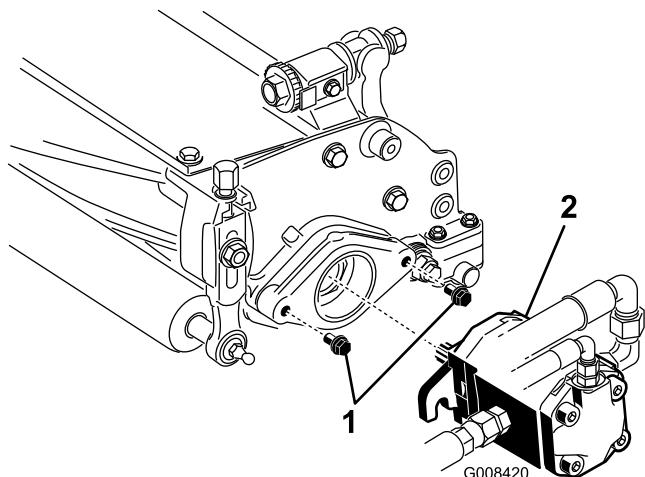

図 11
7. リールモータ取り付けボルトのねじの頭が、それぞれおよそ13 mm 突き出した状態になるようにすること（図 11）。
し、次に左回りにひねって、キャップスクリュにフランジをしっかりと掛ける（図 11）。
9. 取り付けボルトを締め付ける（図 11）。